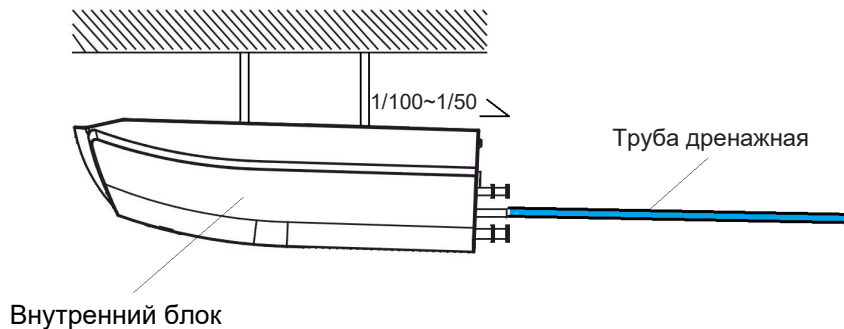

Рис.2.17
- Монтаж блока производить по уровню с уклоном 1/100 ~ 1/50 в сторону дренажного отвода (рис.2.17).